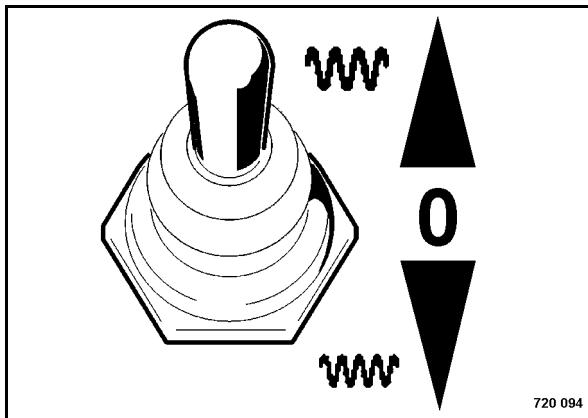

Fig. 48
- Choose the amplitude (Fig. 48).